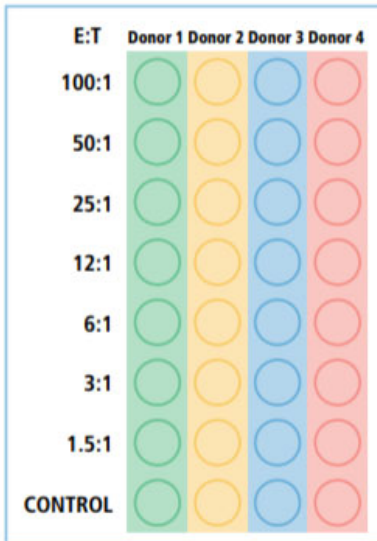

Figure 1: 培養プレートのレイアウト
- A) エフェクター細胞 (2-d) 100 μ l を 96 ウェル丸底培養プレートの A 列に加える (プレートレイアウトは図 1 を参照)。H 行のウェルには、ネガティブコントロールウェルとして、CTL-TEST メディウム 100 μ l のみを加えます。
- B) エフェクター-PBMC の連続希釈液 (1 ウェル当たり 100 μ l) を培養プレートのさらに 6 ウェルに調製する (図 1)。